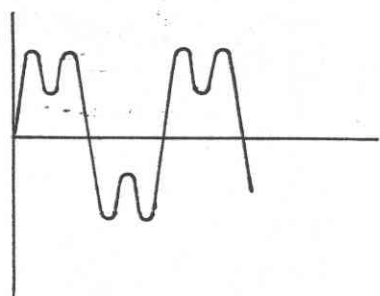

図8
- (1) ⑬ SKスイッチをONにし、⑰ METER FUNCTIONスイッチをSKします。
- (2) ⑳ SK57kHz半固定VRをまわして、指示計のSKマーク(5.33%)に合わせます。
- (3) ⑧ MOD LEVELスイッチ0%、⑪ PILOT OFF、⑯ ファンクションスイッチをCOMPOSITEにすると、⑬ MPX OUTPUT端子から57kHzのみが出て来ます。
- (4) ついで⑪ PILOTをONにすると、図8の1.9kHz、57kHzの合成波形が⑬ MPX OUTPUT端子から出て来ます。